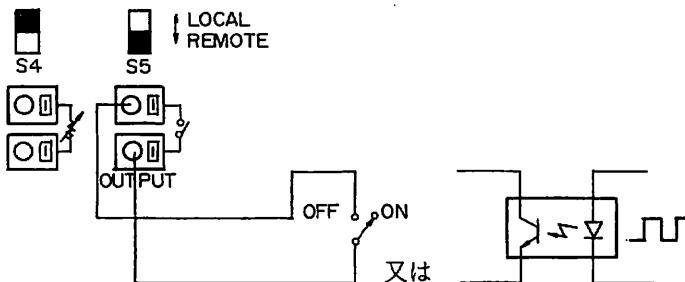

図8
2)背面OUTPUTのS5スイッチをREMOTEにセットし、図8のように接続します。
- S5スイッチをREMOTEにセットし、図8のOUTPUT接続端子を開放にしたまま使用すると、出力はON状態に固定されます。この場合は、電源投入時でOUTPUT ON状態になります。